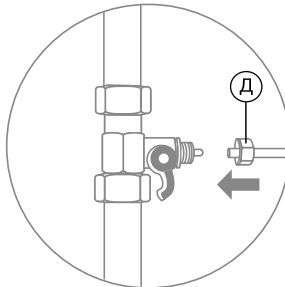

Рис. 15
- в гайку (Д) (рис. 15) вставьте трубку зеленого цвета. Трубку вставьте в штуцер шарового крана до упора и плотно закрутите гайку;